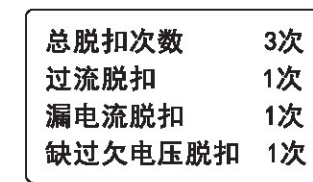
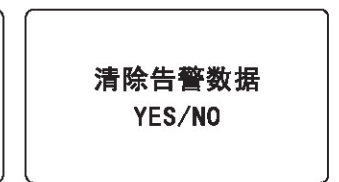

图11
图12
- ◇进入“脱扣次数”时，如图11所示，按【菜单】键，进入清除告警数据界面，如图12，此时再按【菜单】键，则清除全部数据并返回主菜单。在任一界面中，按【返回】键，退出菜单，进入工作界面。